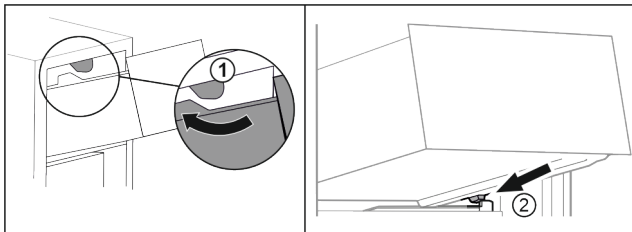

Fig. 23
- ▶ Før skuffen rundt de øvre stopperne. Fig. 23 (1)
- ▶ Sett skuffen på skrå bak de nederste stopperne på beholderribben. Fig. 23 (2)